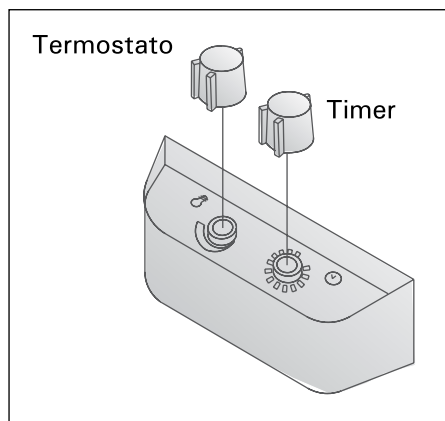

Figura 2. Centralina
Accendere la stufa con l'interruttore del timer: si illuminano le spie. Il timer ha due scale graduate: la prima (con numeri grandi) è la sezione "accensione immediata"; la stufa cioè rimane accesa per un tempo stabilito (0-4 ore), mentre l'altra è la cosiddetta "sezione preimpostata" (1-8 ore), utilizzata per accendere la stufa dopo un periodo determinato. La stufa parte quando il timer ha riportato l'interruttore alla sezione "accensione immediata", cioè al numero quattro (4), dopo di che resterà accesa per circa quattro ore, a meno che l'interruttore non sia stato prima azzerato. Sullo zero (0), l'alimentazione elettrica agli elementi è staccata e la stufa è spenta. Vedere figura 2.